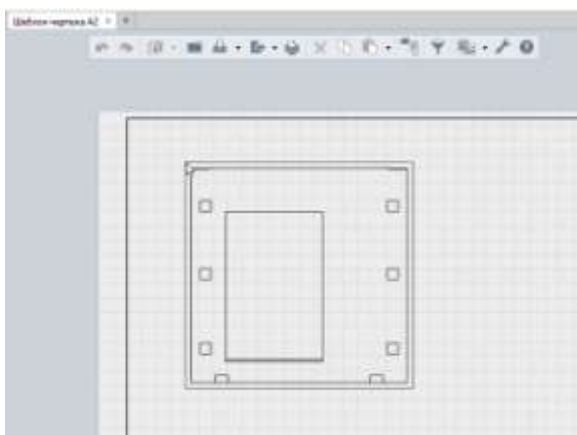

Рисунок 13.11 - Чертеж. Создание вида
11. Оформляем чертежи. Пора приступать к оформлению чертежей (рис. 13.11). В стандартном шаблоне есть несколько заготовок листов с форматами листов по ГОСТу. Откроем